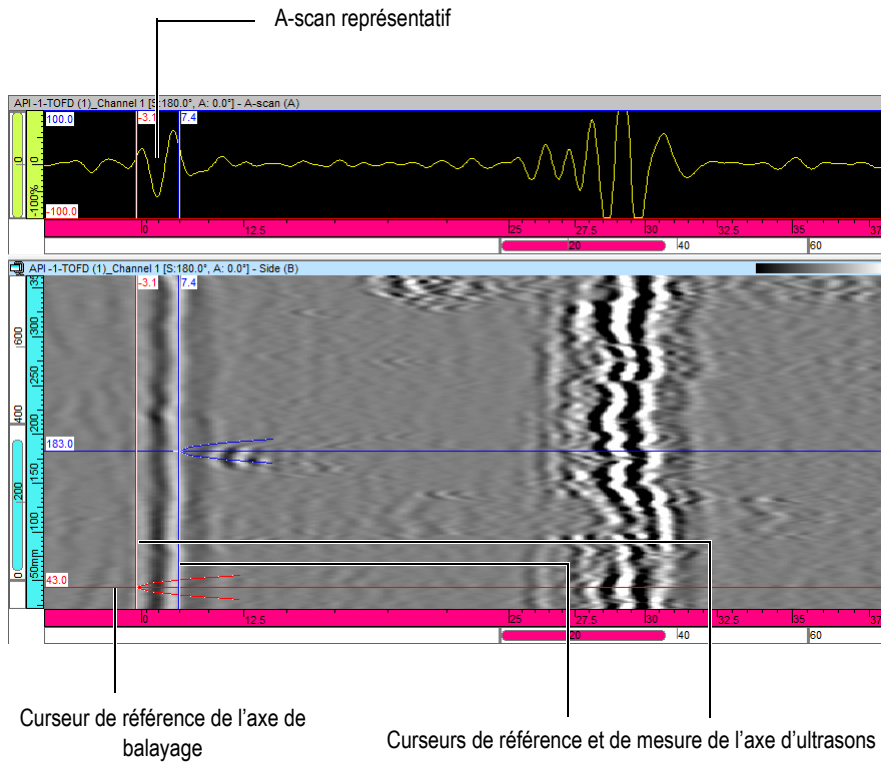

Figure 7-18 Sélection d'un A-scan de référence
2. Sélectionnez la vue **Côté (B)** à laquelle vous souhaitez appliquer la synchronisation de l'onde latérale.
3. Placez le curseur de référence (rouge) dans la vue **Côté (B)** pour sélectionner un A-scan de référence dans une zone sans défaut (voir la Figure 7-18 à la page 374).
4. Placez le curseur de référence et le curseur de mesure de l'axe d'ultrasons (bleu) de chaque côté du signal d'onde latérale dans la vue **Côté (B)** [voir la Figure 7-18 à la page 374]. Le réglage approprié des curseurs est déterminant pour le résultat de l'opération.